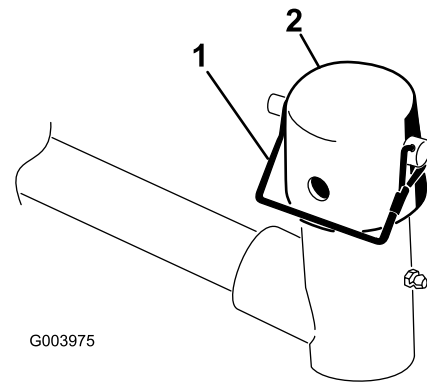

Рисунок 6
3. На каждом подъемном рычаге режущего блока снимите стопорный штифт, который крепит крышку к поворотной втулке, и снимите крышку (**Рисунок 6**).